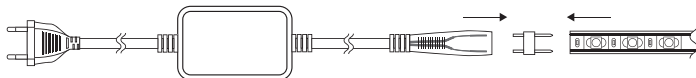

Рис.8. Подключение источника питания к участку светодиодной ленты.
3) Подключите светодиодную ленту к источнику питания в соответствии с полярностью, см. рис.8.